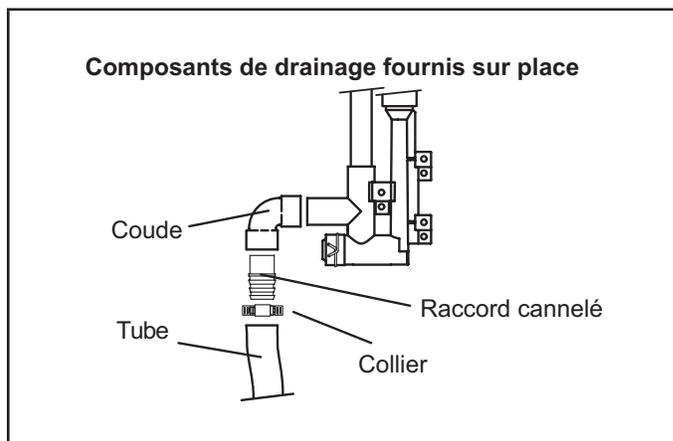

FIGURE 49
**REMARQUE** - Des tuyaux et des raccords cannelés de taille appropriée peuvent être utilisés pour la purge du condensat. Fixer le drain au purgeur avec un collier. Voir la FIGURE 49.